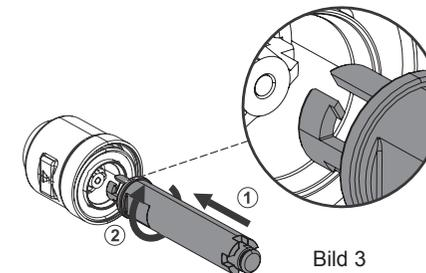

Bild 3
- Entnehmen Sie mit Hilfe des Werkzeugs (6600.00.971) die Systemtrennerpatrone aus dem Gehäuse. Führen Sie das Werkzeug ein und drehen im Uhrzeigersinn, bis die Nasen einrasten. Ziehen sie die Patrone heraus (Bild 3).